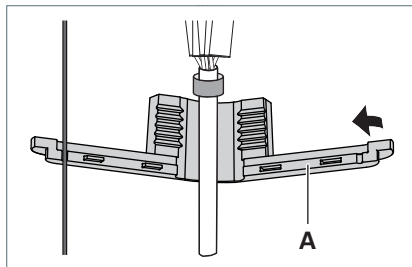

Fig. 17: Monter le guide-câble.
- Placez le guide-câble **A** autour du câble de raccordement et du câble métallique, voir Fig. 17.